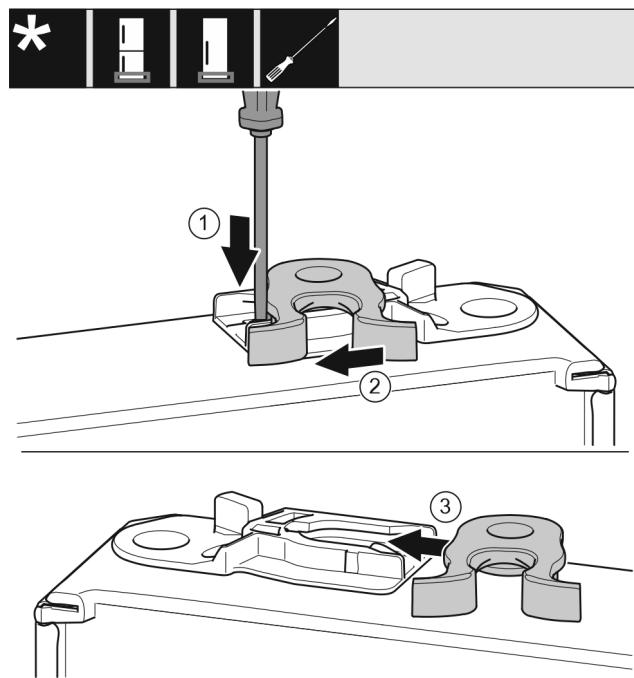

Fig. 19
- За допомогою шліцевої викрутки притисніть уніз накладку. Fig. 19 (1)
- Витягніть із напрямної запірний гачок. Fig. 19 (2)
- Вставте запірний гачок у напрямну з іншого боку. Fig. 19 (3)